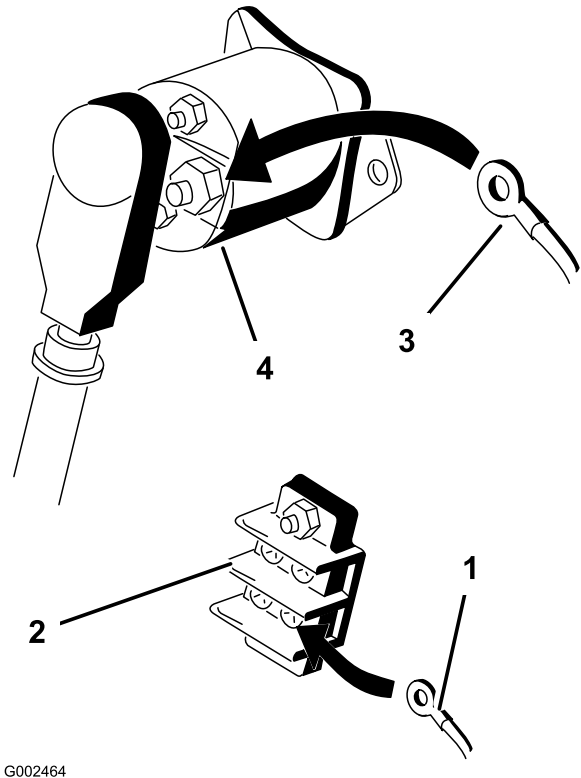

Bild 18
3. Schließen Sie den mit Erde beschrifteten Ring an den schwarzen Draht am Erdungsterminal an (Bild 18).